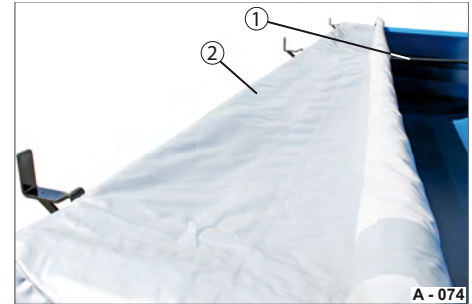

Abb. 65 Rollverdeck abrollen
- ▶ Prüfen Sie, dass die Querstange (Abb. 65/1) angebracht ist. Die Plane kann abgerollt werden.